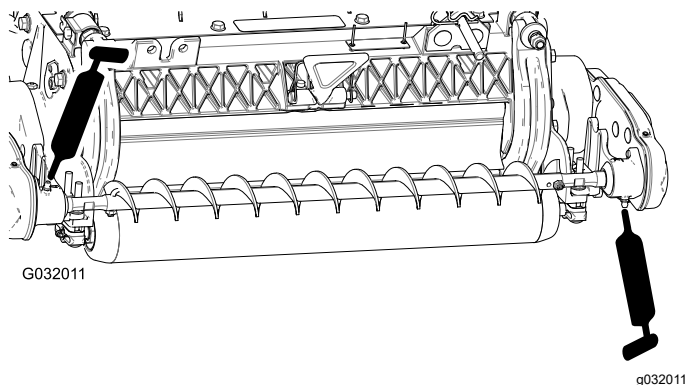

図 18
3. 左右のローラブラシベアリングハウジングのグリス注入部から、No.2リチウム系汎用グリスを注入する 図 18。はみ出したグリスはふき取る。特にエクスクルーダ・シールの周囲に残さないこと。